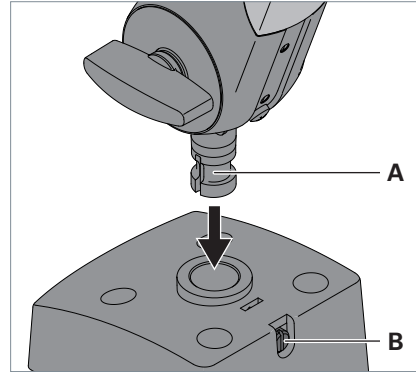

Fig. 2: Monter le luminaire sur l'élément de fixation.
- Introduire le tourillon **A** situé sur la tige du luminaire dans l'ouverture de l'élément de fixation, voir Fig. 2.
- Pour fixer la tige, serrer la vis **B**, voir Fig. 2.